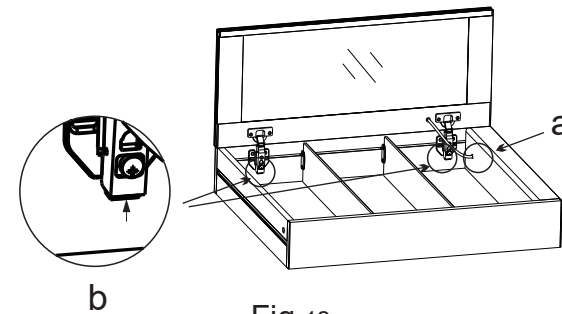

Fig.12
4.1.Draai de plastic moer los en trek de draad (a) eruit, houd de basis van de twee scharnierdeksels (b) vast en verwijder de spiegeldeur (fig. 12).